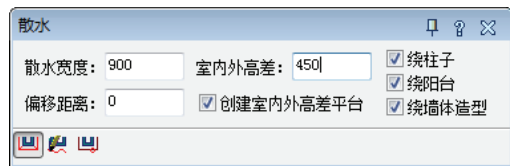

图 6-93 “散水”对话框
- 2) 在命令行中输入“SS”命令并按〈Enter〉键，在弹出的“散水”对话框中设置参数，结果如图 6-93 所示。